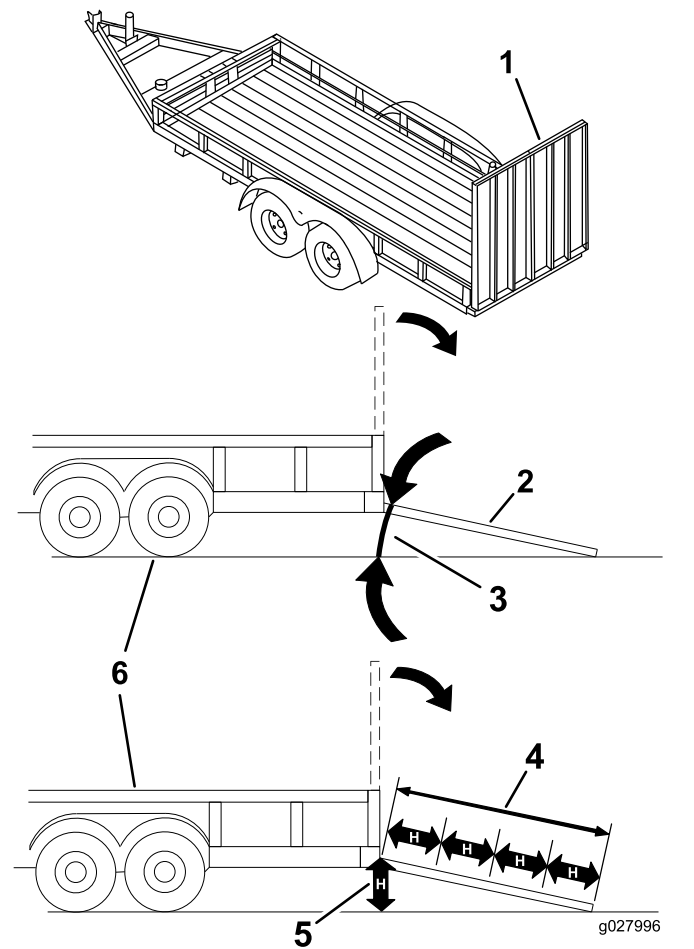

Bild 27
Das Laden einer Maschine auf einen Anhänger oder einen Lastwagen erhöht die Umkipppgefahr und könnte schwere oder tödliche Verletzungen verursachen (Bild 27).
3. Senken Sie die Rampe ab und stellen Sie sicher, dass der Winkel zwischen der Rampe und dem Boden höchstens 12 Grad beträgt (Bild 27).
1. Senken Sie die Rampe ab und stellen Sie sicher, dass der Winkel zwischen der Rampe und dem Boden höchstens 12 Grad beträgt (Bild 27).